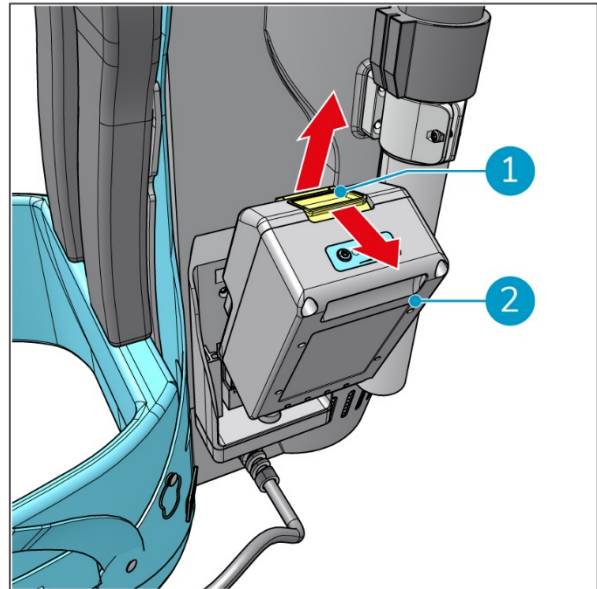

Figura 16
1. Fare scorrere il pulsante giallo della batteria (Figura 16, pos 1) verso sé stessi per sbloccarlo.
2. Estrarre la batteria (Figura 16, pos 2).